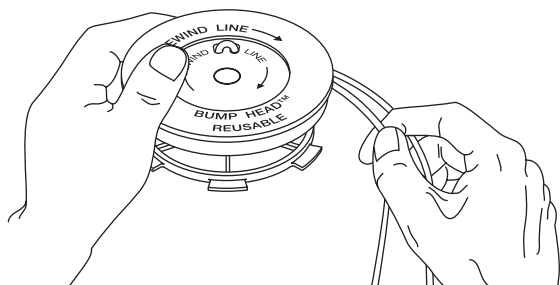

Fig. 18
- Bobine las líneas en capas parejas y ajustadas sobre el carrete (Fig. 18). Bobine la línea en la dirección indicada en el carrete interior. Coloque su dedo índice entre las dos líneas para evitar que se superpongan. No superponga los extremos de la línea. Proceda al paso 11.